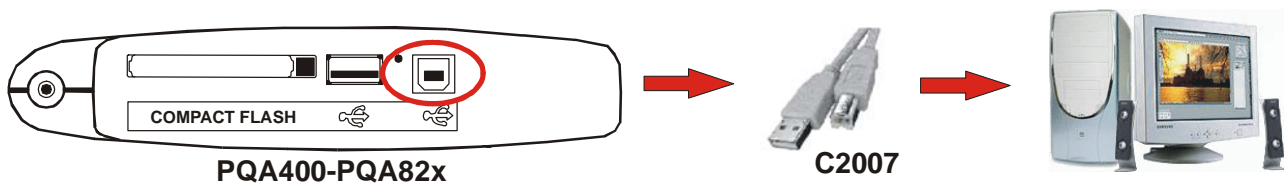

Fig. 190: Conexión del instrumento al PC
3. Conecte el instrumento al PC usando el cable C2007 (USB "A" → USB "B") incluido en dotación como muestra la Fig. 190: